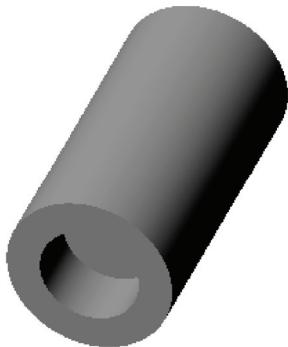

图 8-42 打开模型文件
STEP 01 单击快速访问工具栏中的“打开”按钮, 打开模型文件, 如图 8-42 所示。